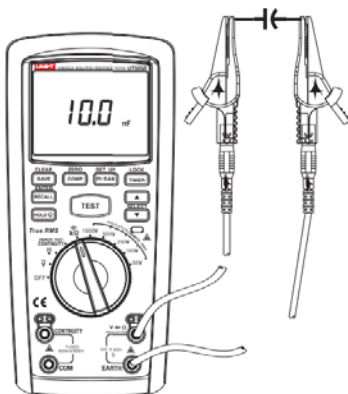

Figura 8
4.2. Medição da capacitância (ver figura 8)